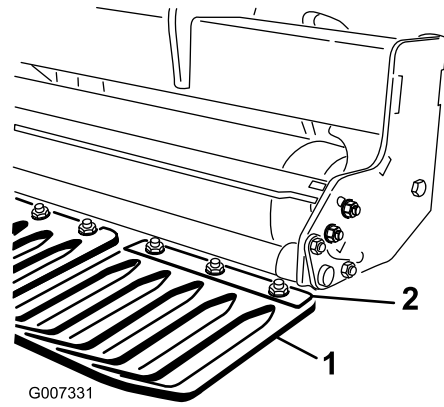

Figura 17
- Afloje las tuercas que sujetan las pletinas de sujeción de los protectores de césped a la barra de herramientas de los protectores de césped (Figura 17).